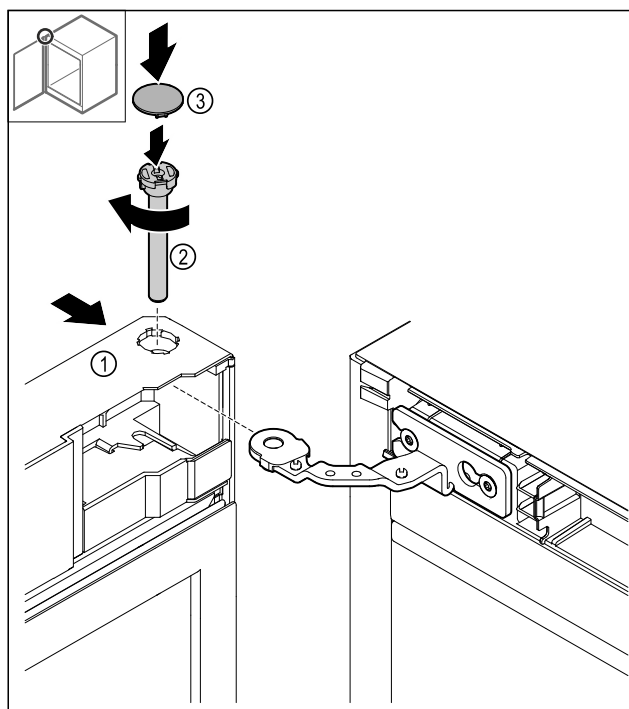

Fig. 48
- Spingere la porta Fig. 48 (1) in alto sulla cerniera.
- Inserire i bulloni e Fig. 48 (2) fissarli ruotandoli in senso orario.
- Applicare la copertura Fig. 48 (4).